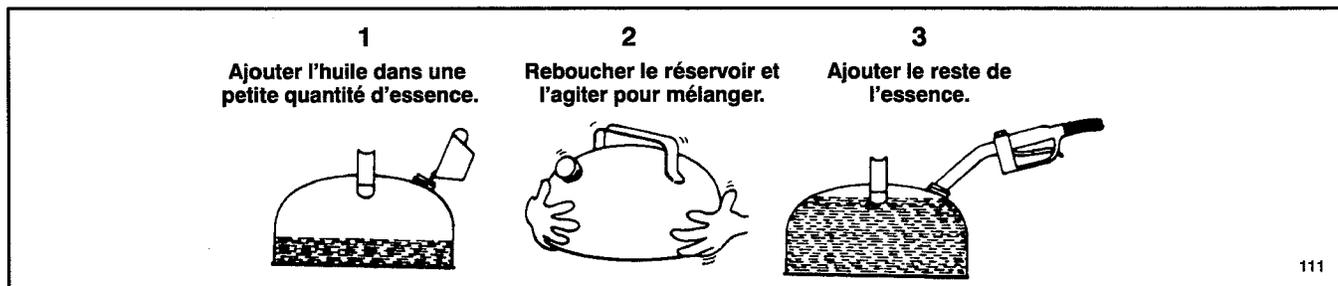

Figure 7
2. Exécution du mélange (Fig. 7) – Verser la quantité voulue d'huile deux temps dans un réservoir agréé pour contenir de l'essence, et ajouter 1,9 litres (un demi gallon) d'essence. Fermer le bouchon du réservoir et agiter le réservoir pour bien mélanger l'huile et l'essence. Retirer le bouchon et ajouter le reste de l'essence.